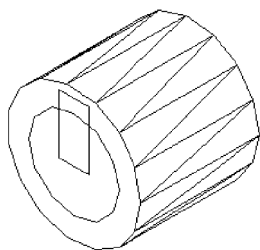

图 13-16 隐藏直线
3) 单击【视图】功能区 | 【视觉样式】选项板 | 【隐藏】按钮 ，隐藏看不到的线段，如图 13-16 所示。